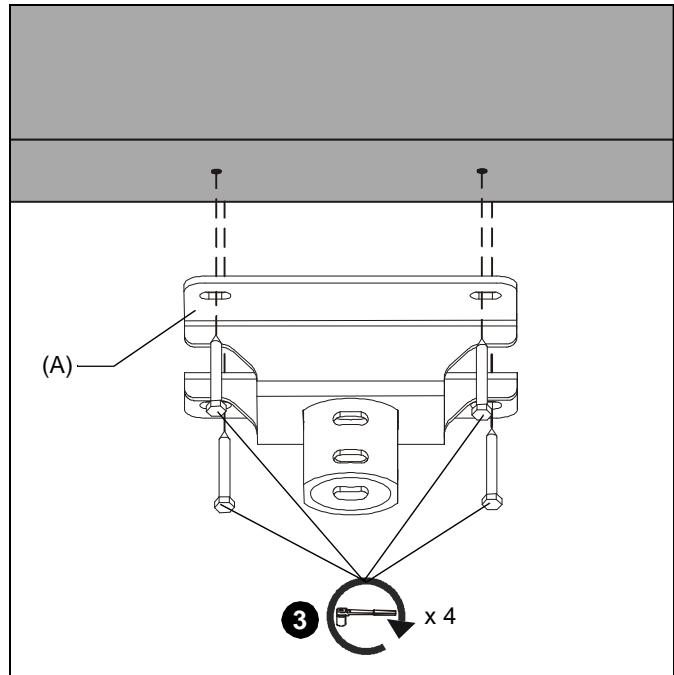
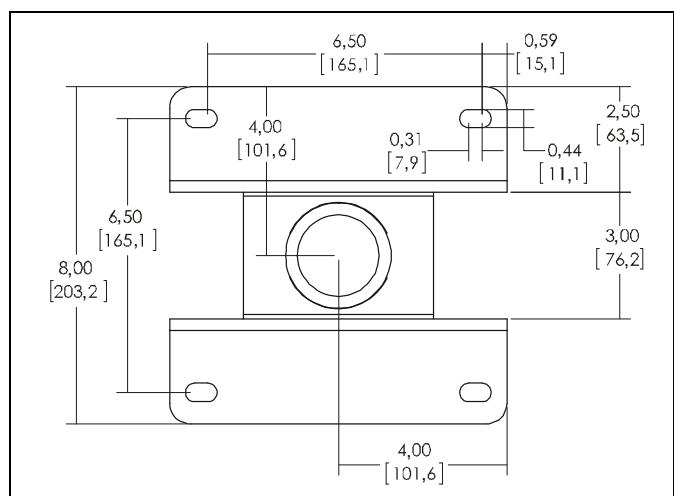

Abb. 2
Abb. 3
3. Führen Sie vier Ankerschrauben (nicht mitgeliefert), Mindestgröße 5/16" x 2-3/4", durch den CPA330 (A) und schrauben Sie sie in die Holzbalkenquerverstrebung. (Siehe Abb. 2) Einzelne Abmessungen: (Siehe Abb. 3).
2. Befestigen Sie die Gewindestangen mit (nicht mitgelieferten) 3/8"ASTM A307-Kontermuttern oder besser und Unterlegscheiben an der CPA-Halterung (jeweils eine innen und außen – nicht mitgeliefert). Einzelne Abmessungen: (Siehe Abb. 3).
1. Verwenden Sie die Deckenplatte (A) als Schablone und zeichnen Sie vier Vorbohrungen an die Decke.
3. Verwenden Sie vier UX10-DüBEL (nicht mitgeliefert), um die CPA-Halterung an einer Massivbetondecke zu befestigen. Einzelne Abmessungen: (Siehe Abb. 3).